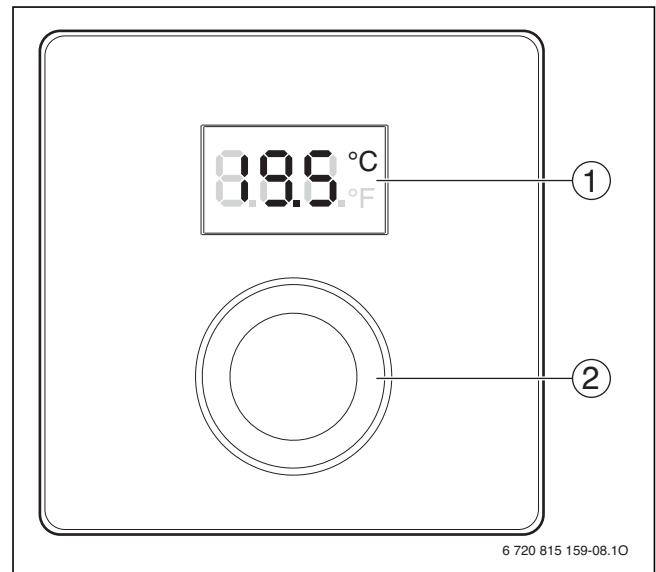

Bild 60 Bedienelemente
Die Bedienung der Bedieneinheit CR 10 (H) ist durch einen zentralen Auswahlknopf für „Einhandbedienung“ (Drücken und Drehen mit einem Knopf → Bild 60, [2]) sehr schlicht gehalten.
Mit der Bedieneinheit CR 10 (H) wird mittels des integrierten Raumtemperaturfühlers die aktuelle Raumtemperatur gemessen. Mit dem Auswahlknopf (→ Bild 60, [2]) kann nur die Raumtemperatur bis zum nächsten Schaltpunkt des Zeitprogramms vorübergehend geändert werden. Im optimierten Betrieb vom HPC 400 (ohne Heiz- und Absenkbetrieb) wird die Temperatur damit kontinuierlich angepasst, bis zum Verstellen des optimierten Betriebs. Weitere Funktionen können nur über die Bedieneinheit C 400/CW 800 bzw. HPC 400 geändert werden (z. B. die Heizkreis-Betriebsart, die dauerhaft eingestellte Raumsolltemperatur, das Zeitprogramm sowie die Warmwasserfunktionen).